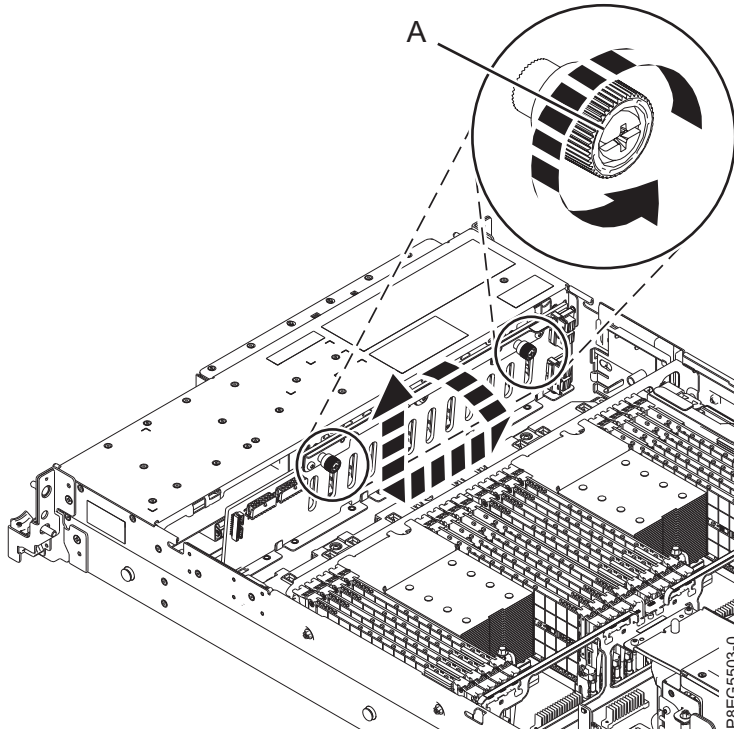

Figure 5. Retrait du fond de panier d'unité de disque
7. Dévissez soigneusement et complètement chacune des vis imperdables du fond de panier d'unité de disque (A), comme illustré dans la figure 5, à la page 7.
8. Inclinez le fond de panier d'unité de disque dans le sens indiqué dans la figure 5, à la page 7, puis faites-le glisser vers le côté de sorte que les encoches du fond de panier libèrent les taquets du châssis.